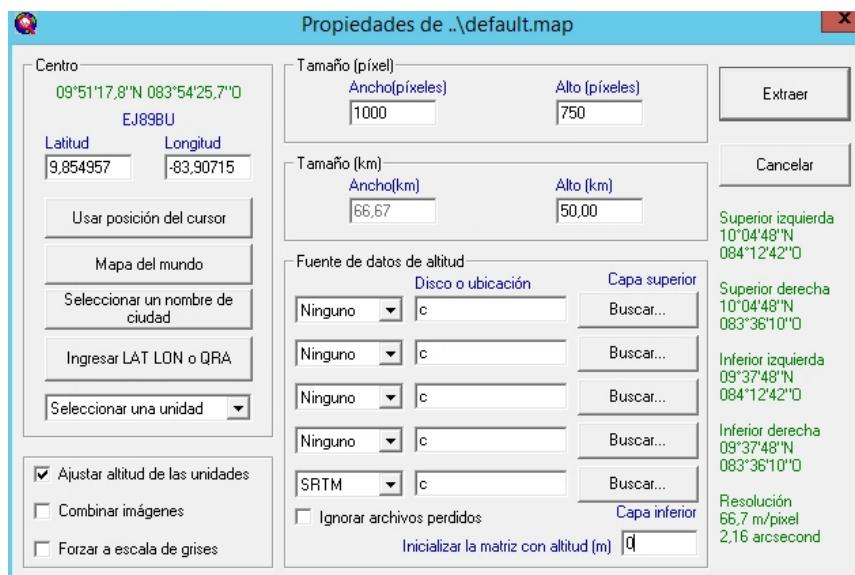

Figura 3: Configuración de mapa.
5. Una vez abierta la aplicación, es necesario configurar los mapas. Para ello es necesario ir **Archivo→Propiedades de mapa** ó en su defecto presionar la tecla **F8**. En la figura 3 se muestra la ventana de configuración del mapa.